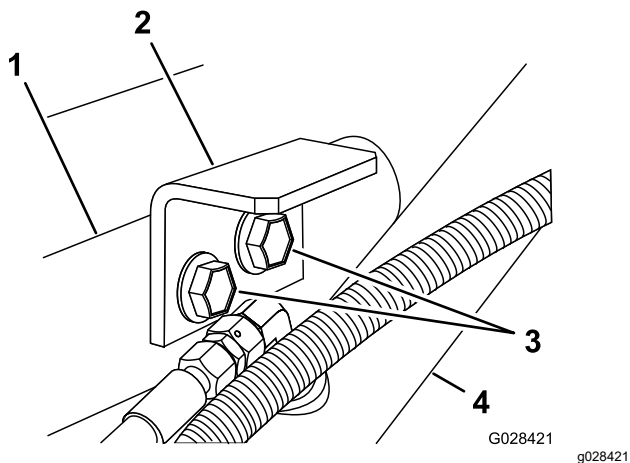

Рисунок 7
3. Установите прижимные кронштейны на опорный кронштейн и раму с помощью 2 болтов с фланцевыми головками и 2 фланцевых контргайек, снятых при выполнении пункта 1 (Рисунок 7).